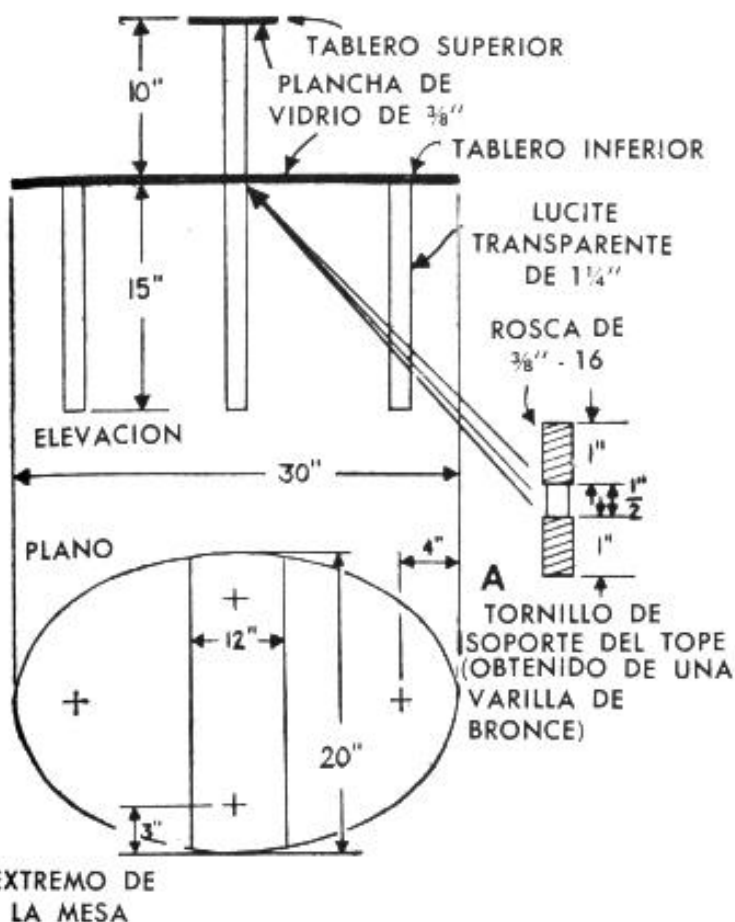

Fig. 1: La mesa terminada es un bello mueble que hará juego con la decoración y los muebles de la sala o del cuarto de estar.
**Cómo hacer tornillos para la montura.** Los fijadores de las patas de la mesa para café, que se ofrecen en la Fig. 1, fueron hechos de bronce en un torno para metales. Les fue dejado el acabado natural de bronce y sus cabezas fueron pulidas. Si no hay disponible un torno use los ordinarios tornillos para metales  $\frac{3}{8}$ -16 x  $1\frac{1}{2}$ ", de bronce o acero cromado, como fijadores.
Si usted tiene apuro por usar una habitación, puede adquirir paneles de pared prefabricados; pero si el caso es obtener el máximo por el dinero invertido, seleccione entre los numerosos materiales no acabados que dan una nueva apariencia a las paredes de mampostería del sótano. En las nuevas construcciones el empanelado de madera elimina los costos del enyesado (Fig. 1).